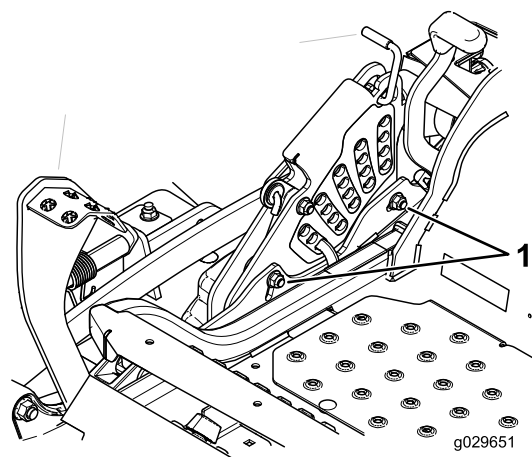

Figure 98
12. Si les biellettes de tablier avant ne disposent pas d'un réglage suffisant pour produire une hauteur de coupe précise, desserrez les deux boulons au bas de la plaque de hauteur de coupe pour ajuster le système monopoint (Figure 98).
14. Serrez les 2 boulons au bas de la plaque de hauteur de coupe (Figure 98).